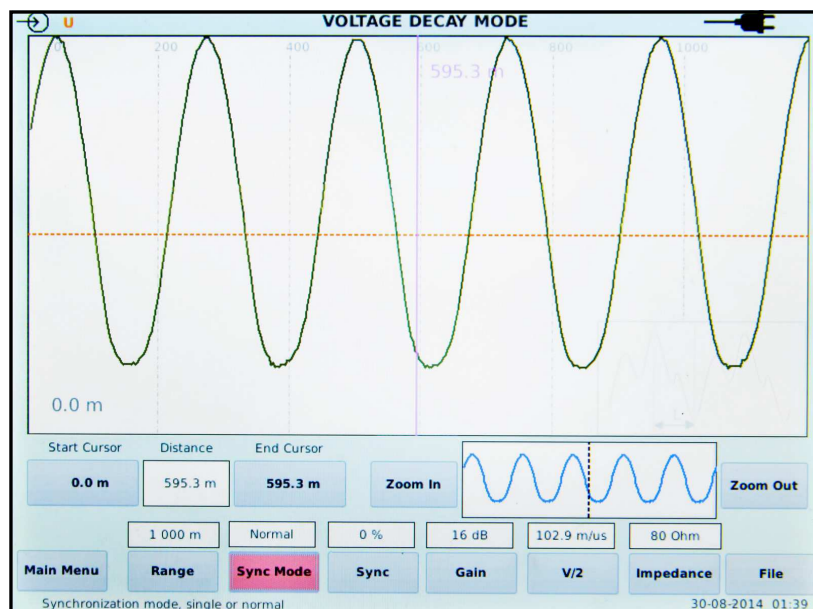

Рисунок 32 – Режим «DECAY»
2.4.1.4 Для настройки прибора в начале необходимо установить предполагаемый диапазон измерений, выбрав кнопку «**Range**» (см. рисунок 32).